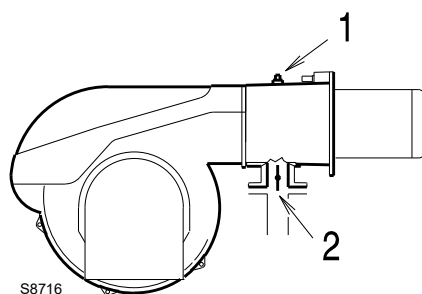

Fig. 24
Pressão do gás medida no conector fêmea 1)(Fig. 24), com:
Perda de carga registro borboleta gás 2)(Fig. 24) com abertura máxima: 90°.
- subtrair à pressão do gás no conector fêmea 1)(Fig. 24) a pressão na câmara de combustão.
Pressão do gás no conector fêmea 1)(Fig. 24)=16,0 mbar
Em vez disso, para saber a pressão do gás necessária para o conector fêmea 1)(Fig. 24), defina a potência de modulação máxima na qual o queimador deve ser operado:
- Ler à direita, coluna 1, a pressão no conector fêmea 1)(Fig. 24).
pressão necessária no conector fêmea 1)(Fig. 24).